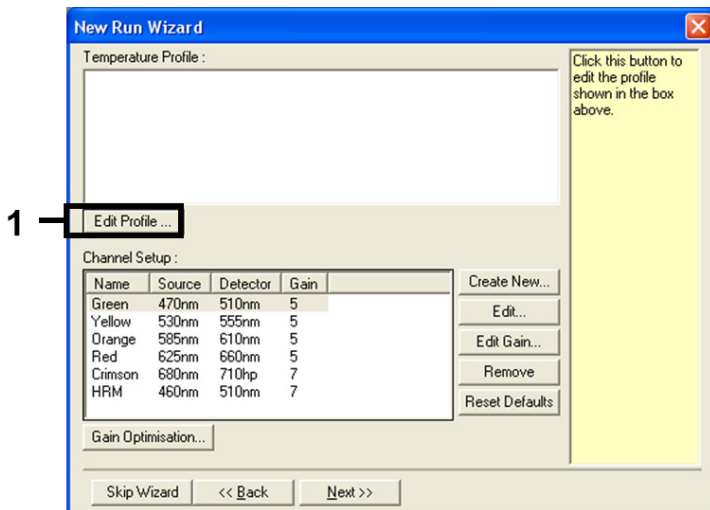

Figura 3. Edição do perfil.
5. Clique em Edit Profile (Editar perfil) na caixa de diálogo "New Run Wizard" (Assistente de nova execução) (Figura 3) e configure os parâmetros de execução de acordo com os seguintes passos.